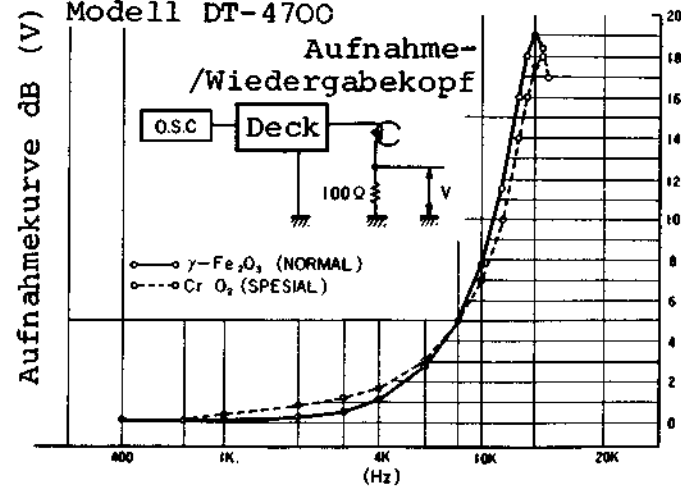

Abb. 18
<p>Aufspürstellung "REC AMP INPUT" zwischen (-) Pol und Erdung des C132 (L) C232 (R)</p>	<p>Stellen Sie GAIN VR so ein, daß die Ausgangsleistung des Aufnahmeverstärkers um 10dB \pm 0,25dB ansteigt, wenn der Dolby-Schalter (S8) eingestellt ist.</p> <p>Stellen Sie LAW VR so ein, daß ein Anstieg um 2dB erfolgt, wenn die die Abb. 18 gezeigt Erdung unterbrochen ist.</p> <p>Nach Beendigung der obigen Einstellungen stecken Sie die Buchse J3 ein, welche die Anschlüsse 1 und 3 verbindet, und führen Sie die unter "7" genannten Arbeitsschritte für den MPX-Filter durch.</p>